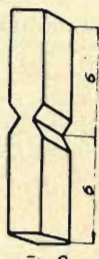

Fig. 8
7) Prendiamo ora del filo di rame stagnato quadrangolare comune da collegamento; esso ha lo spessore di circa mm. 1,5; tagliamone due pezzi identici, ciascuno della lunghezza di 12 mm. e riduciamo ciascun pezzo di filo come indicato in fig. 8. La profondità della tacca mediana praticata in ciascun pezzo di filo sarà di poco più del terzo dello spessore del filo.